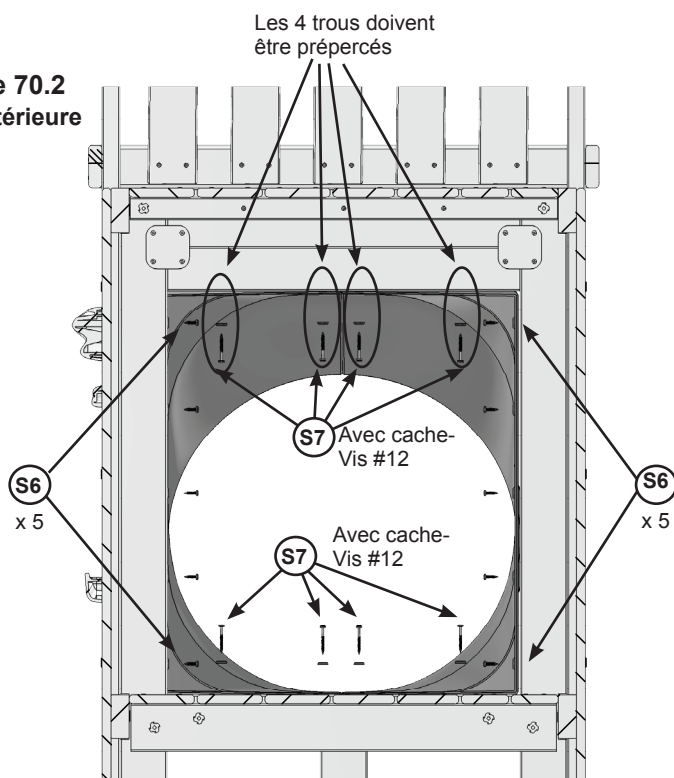

Figure 70.1
A : Avec l'aide d'une autre personne, placez l'assemblage de la bride en l'alignant sur l'ouverture supérieure dans le mur du toboggan, comme indiqué sur la figure 70.1, puis prépercez des trous de guidage de 1/8" (3,1 mm) dans l'Insert de toboggan supérieur (431) aux 4 emplacements supérieurs de montage (approximativement aux endroits des cercles sur la figure), en vérifiant que les trous prépercés ont au moins 1" (25,4 mm) de profondeur (figure 70.2).